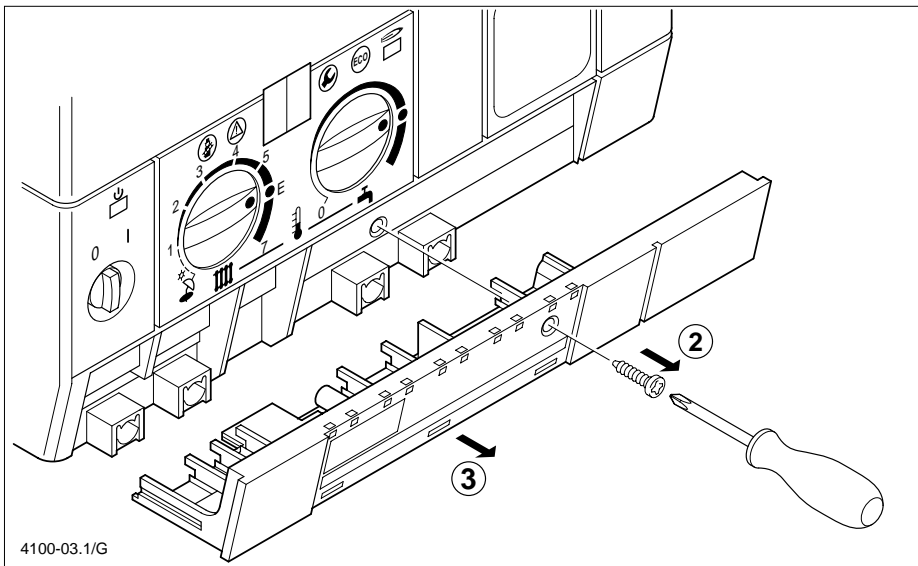

Bild 3: Schraube (2) herausdrehen und Abdeckung (3) nach vorne abnehmen.
- Die Abdeckung (3) wieder anbringen und Schraube (2) eindrehen (Bild 3).